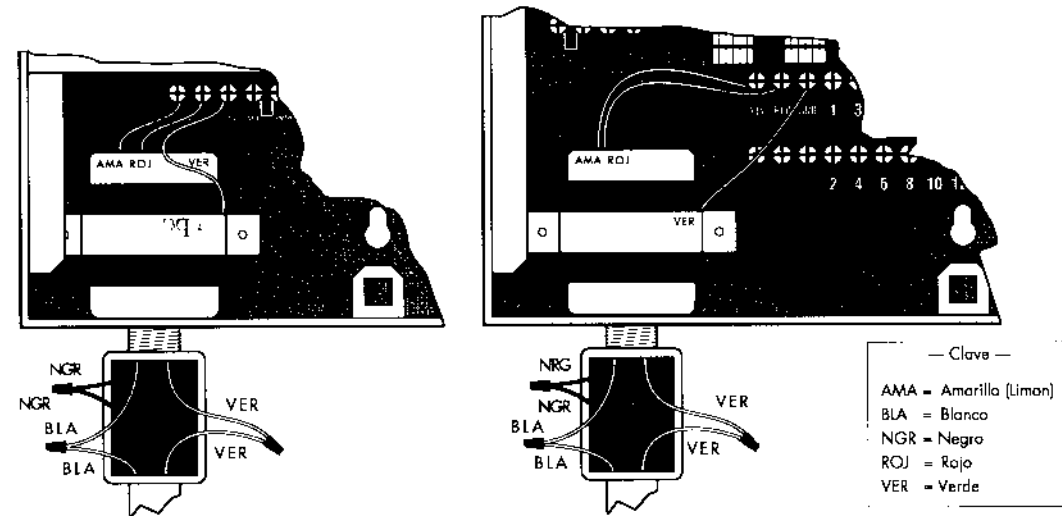

Figura 1. Acoplamiento Eléctrico
2. Verifique que los alambres (o cables) amarillo y rojo del transformador estan conectados a la 24 VAC de estrada en las terminales del controlador (vea figura 1, página 3). Conecte los cables blanco y negro a la 120 VAC, 60 Hz (Hertz o Hercios) de suministro de potencia eléctrica a los cables blanco y negro del transformador (vea figura 1, página 3).
2. Siguiendo el diagrama de cableado en la figura 1, inserte el pedazo de cable pelado recto entre los platos del "sure grip" ("agarre seguro") de la terminal. Conecte un alambre de solenoide a la estación de la terminal y el otro a "common" (común). Apriete el tornillo firmemente.